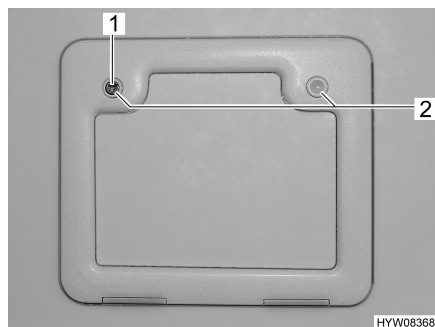

Fig. 12 Portillon extérieur pour cassette Thetford
- Insérer la clé dans le barillet du verrou à pression (Fig. 12,1) et la tourner d'un quart de tour.
- Appuyer du pouce et simultanément sur les deux verrous de pression (Fig. 12,2) et ouvrir le portillon extérieur.
- Insérer la clé dans le barillet (Fig. 12,1) et la tourner d'un quart de tour.